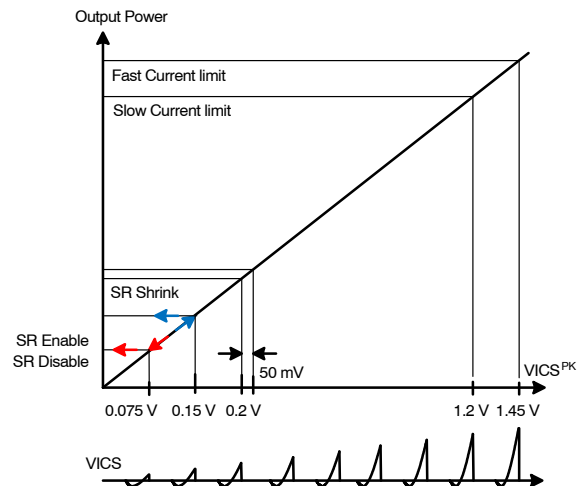
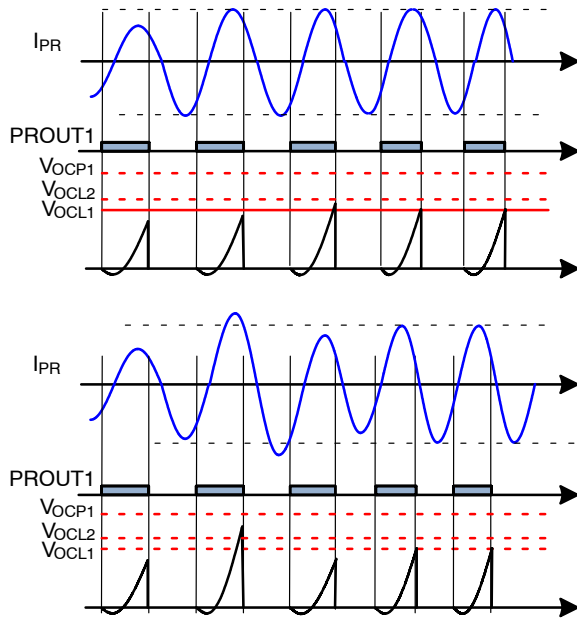
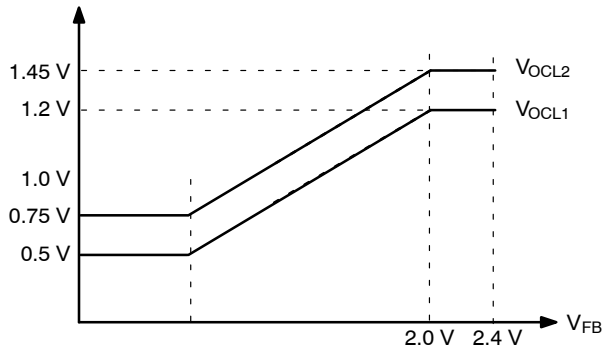

图 63. 与 V_{ICS} 峰值电压有关的功能
图 64. 通过频率偏移 (补偿截止) 的 ICS 引脚限流
图 65. 限流阈值调制与反馈电压的函数关系
由于电流感测电压 (V_{ICS}) 积分的峰值与 LLC 谐振转换器的平均输入电流成比例关系，其峰值可用于四个主要功能，如图 63 所示。
3. **过流限制**： V_{ICS} 峰值还用于输入限流。如图 63 所示，存在两种不同的限流 (快速和缓慢)。在轻度过载条件下，当 V_{ICS} 峰值增加到缓慢限流电平 (V_{OCL1}) 以上时，内部反馈补偿电压将缓慢降低以限制输入功率。此情况将一直持续，直到 V_{ICS} 峰值降至 V_{OCL1} 以下。在较为严重的过载条件下， V_{ICS} 峰值将超过快速限流阈值 (V_{OCL2}) 且内部反馈补偿电压将快速降低以限制输入功率，如图 64 所示。此情况将一直持续，直到 V_{ICS} 峰值降至 V_{OCL2} 以下。 V_{ICS} 值的限流阈值还会随着电压感测信号 (V_{FB}) 的减弱而改变，以便在过载条件下限制输出电流，如图 65 示。当转换器在深低于谐振操作下运行较长的保持时间 (请参考保持时间升压功能) 时，这些限制阈值将变为较高的值 ($V_{OCL1.BR}$ 和 $V_{OCL2.BR}$)。